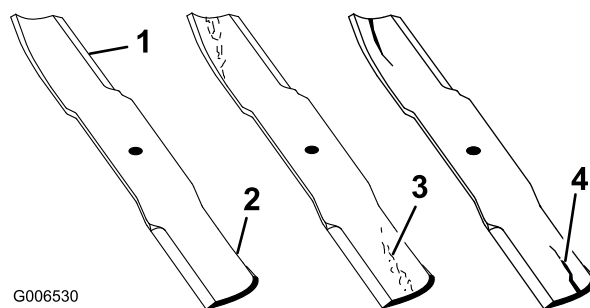

図 101
- ブレードの切っ先を注意深く観察、特に、直線部と曲線部が交わる部分をよく観察する（図 101）。この、直線部と曲線部の交差域は、砂などによる磨耗が進みやすい部分なので、機械を使用する前によく点検することが必要である。磨耗が進んでいる場合（図 101）には、ブレードを交換する。
ブレードの磨耗を放置すると、ブレードのセール部と平坦部との間に割れ目が発生する（図 101）。この割れ目が拡大すると、最終的にはブレードがちぎれてハウジングの下から飛び出し、これがオペレータや周囲の人に重大な人身事故となる。